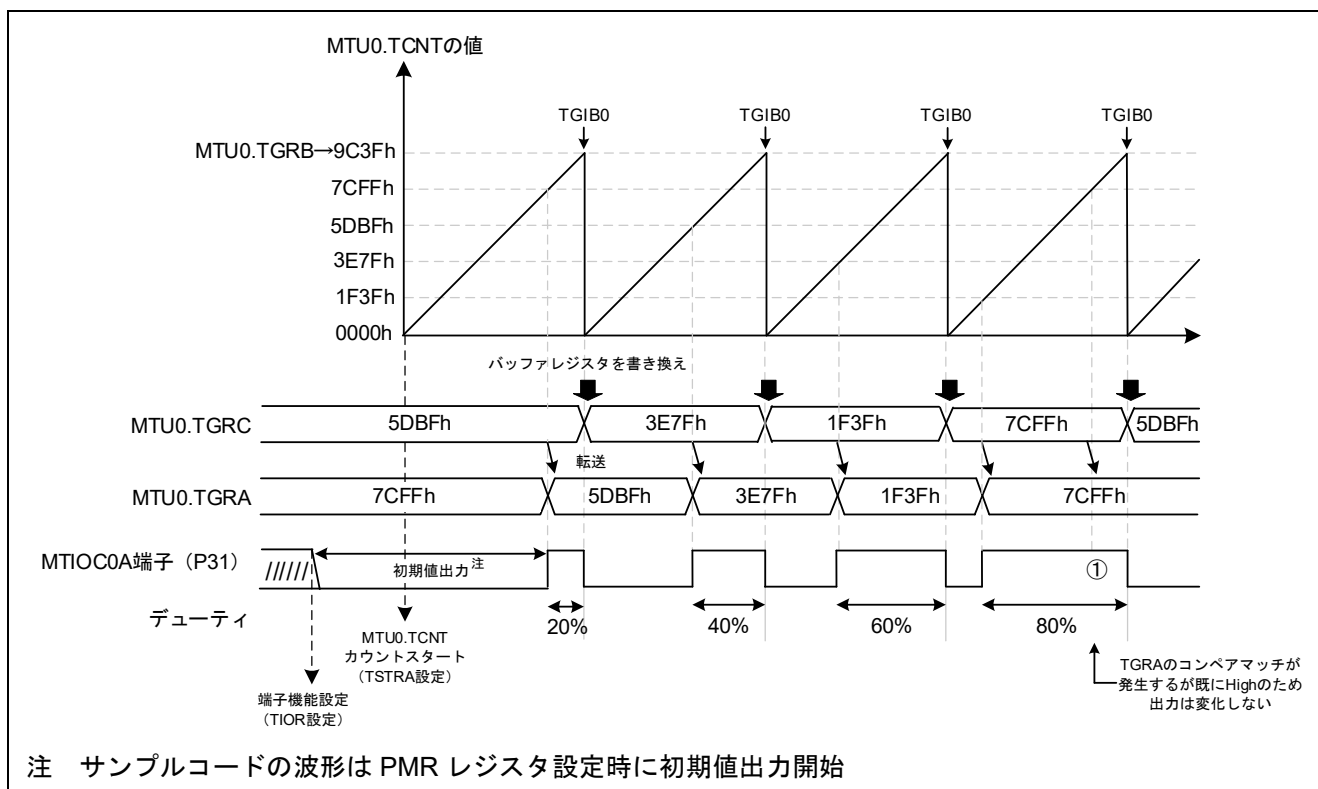

図 3-7 サンプルコードの動作
- デューティの変更タイミングの詳細は図 3-7 を参照
本サンプルコードの動作を図 3-7 に示します。周期ごとにデューティの設定を変更するため、周期レジスタ TGRB のコンペアマッチ割り込み (TGIB0) で、バッファレジスタ TGRC の値を書き換えます。TGRC の値は、TGRA のコンペアマッチ発生時にデューティレジスタ TGRA へ転送されます。
詳細は、図 3-7 の①を参照してください。